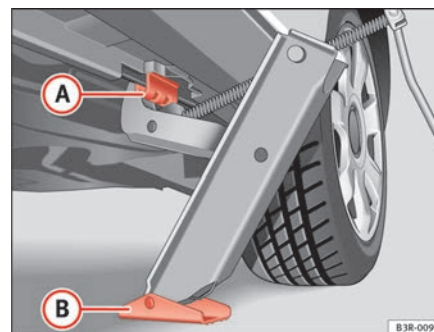

Fig. 191 Cambio di una ruota: Cric
- Applicare il cric in modo che la staffa faccia presa in corrispondenza della nervatura del montante inferiore ⇒ pag. 261, fig. 191 **A** e che la base mobile **B** appoggi bene a terra.